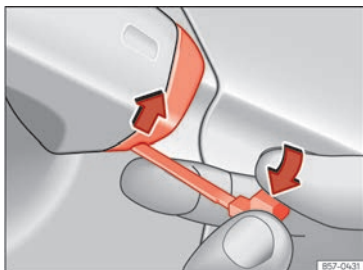

Abb. 53 Fahrertürgriff: Abdeckkappe abhebeln.
- Den Notschlüssel am Fahrertürgriff in die untere Öffnung der Abdeckkappe stecken und die Abdeckkappe von unten nach oben anheben >>> **[Abb. 53]**.